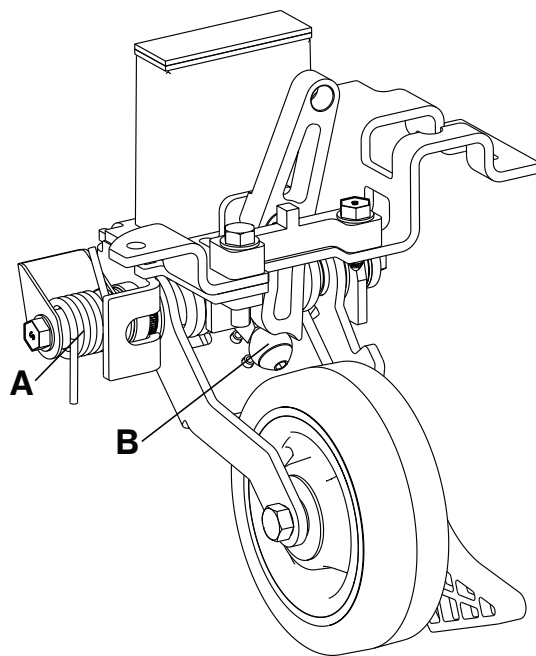

**Figura 22 – Lubrificazione della quinta ruota retrattile**
3. Applicare grasso MPG-3 sulla molla (A) e sul rullo (B) (Figura 22).